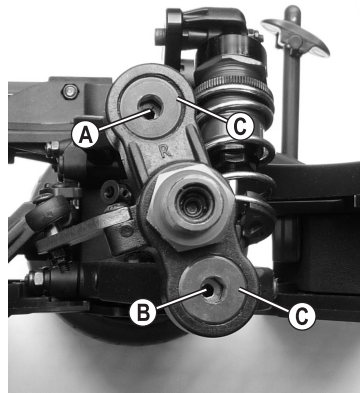

Bild 9
Um den Radsturz zu verstellen, verdrehen Sie die Metall-Kugelschrauben (Bild 9, Pos. A+B) mit einem kleinen 2,5 mm-Sechskantschlüssel (D).
Um die Madenschrauben (Bild 9, Pos. C) fester anzuziehen (oder zu lösen), verdrehen Sie sie mit einem 5 mm-Sechskantschlüssel (E). Wie schon beschrieben, müssen diese so eingestellt werden, dass sich die Metall-Kugelschrauben im Achsschenkel leicht bewegen können, jedoch nicht wackeln.
Drehen Sie die obere Kugelschraube (Bild 9, Pos. A) nach rechts im Uhrzeigersinn, die untere Kugelschraube (Bild 9, Pos. B) im gleichen Winkel nach links gegen den Uhrzeigersinn.
Drehen Sie die obere Kugelschraube (Bild 9, Pos. A) nach links gegen den Uhrzeigersinn, die untere Kugelschraube (Bild 9, Pos. B) im gleichen Winkel nach rechts im Uhrzeigersinn.